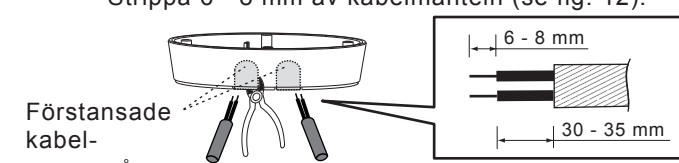

FIG. 12
- 3.4.3.2 För att mata växelströmskablar genom sidan av kopplingsdosa, använd en tang för att trycka ut de förstansade kabelgenomgångarna på sidan av kopplingsdosa och mata kablarna genom dem. Stripa 6 - 8 mm av kabelmanteln (se fig. 12).